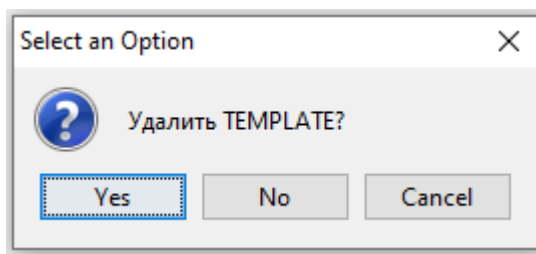

Рисунок 40 – Подтверждение удаления устройства
2. Подтвердить удаление устройства, нажав кнопку «Yes» (Рисунок 40).